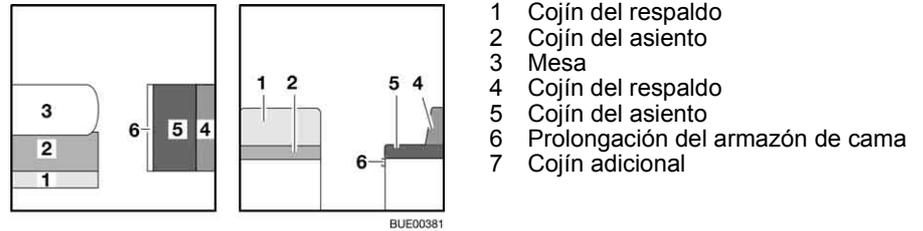

Fig. 120 Antes de la transformación
- Transformar la mesa (Fig. 120,3) en base de cama (véase apartado 6.11).
- Poner a un lado el cojín del respaldo (Fig. 120,1).